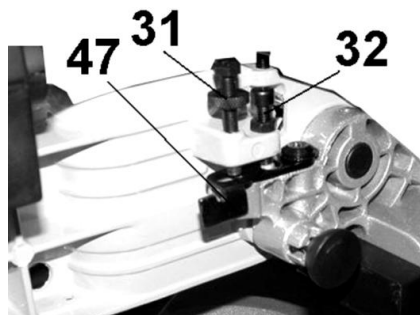

Рис. 8
- Винт (32) ограничивает максимальное опускание пильного диска (15). Для регулировки максимальной глубины опускания пильного диска (15) ослабьте контргайку винта (32). Отрегулируйте и зафиксируйте положение винта (32)(См. Рис.8).
- Ограничение глубины пропила регулируется вращением винта (31). Для того, чтобы винт (31) ограничивал опускание пильного диска (15) на требуемую глубину пиления, необходимо переместить упор (47).